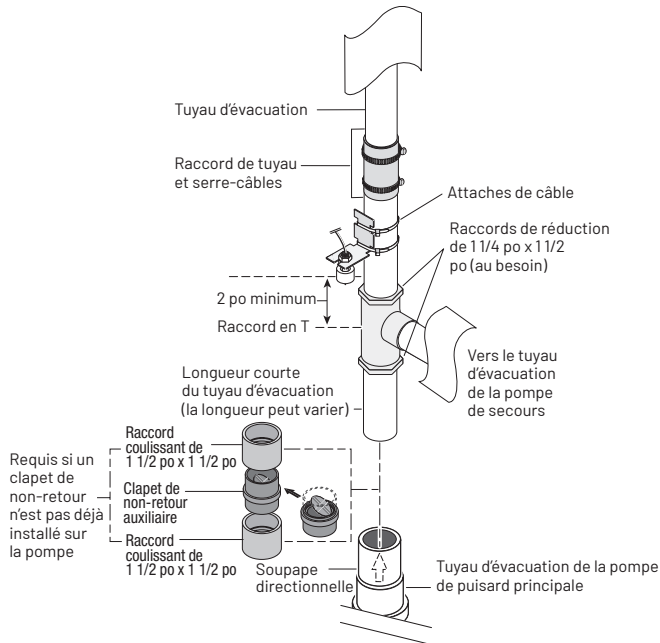

FIGURE 4 : INTERRUPTEUR À FLOTTEUR DE LA POMPE DE SECOURS
- Installez une courte longueur de tuyau dans la partie supérieure du clapet de non-retour dans la décharge de la pompe principale. Voir Figure 4.
- Installez, sans serrer, l'ensemble d'interrupteur à flotteur sur le tuyau d'évacuation avec les attaches de câbles. Voir Figure 4. Ne serrez pas les attaches de câbles. Des ajustements pourraient être nécessaires plus tard.